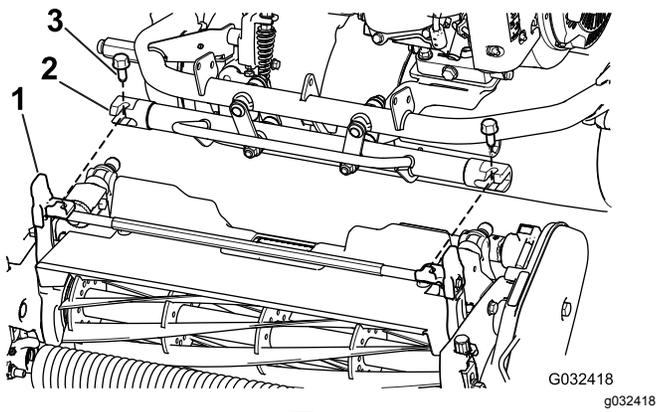

图7
4. 向前推动主机框架 图7 直至其与滚刀组旋转臂完全接合。
5. 使用 2 颗 $\frac{3}{8} \times \frac{3}{4}$ in 螺栓将主机框架固定到滚刀组旋转臂上 (图7)。